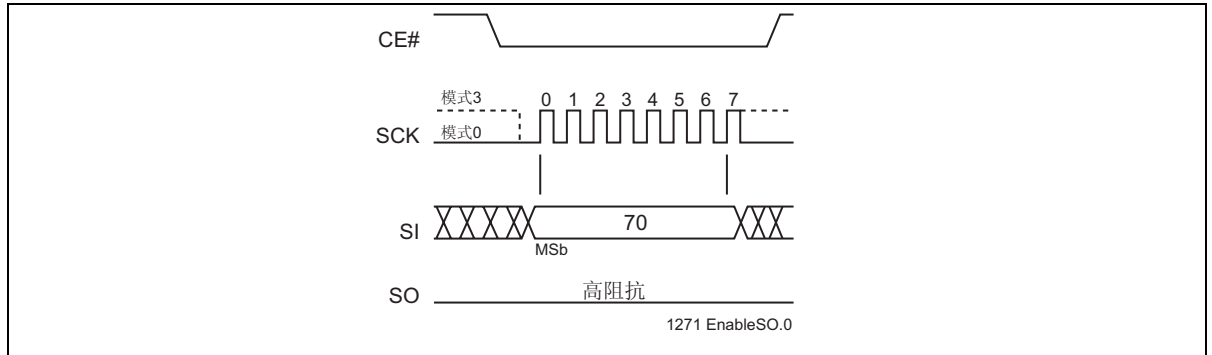

图 8: 在 AAI 编程期间使能 SO 作为硬件 RY/BY#
硬件写操作结束检测方法可以消除在 AAI 字编程操作期间轮询软件状态寄存器中的 BUSY 位所产生的开销。8 位命令 70H 用于配置串行输出 (SO) 引脚，以在 AAI 字编程期间指示闪存忙状态 (见图 8)。必须在启动 AAI 字编程指令之前执行 8 位命令 70H。内部编程操作开始后，使能 CE# 会立即将内部闪存状态驱动 SO 引脚上。“0”表示器件忙，“1”表示器件准备好执行下一条指令。取消使能 CE# 将使 SO 引脚恢复到三态。当处于 AAI 和硬件写操作结束检测模式时，仅 AAI 字 (ADH) 和 WRDI (04H) 指令有效。